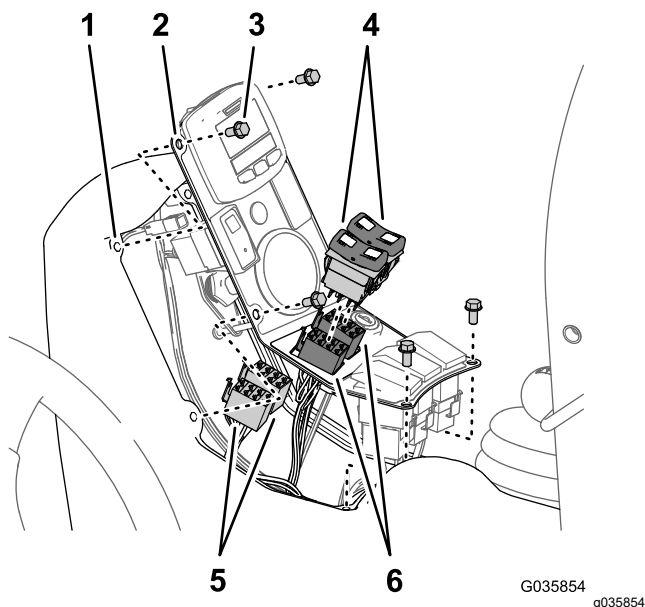
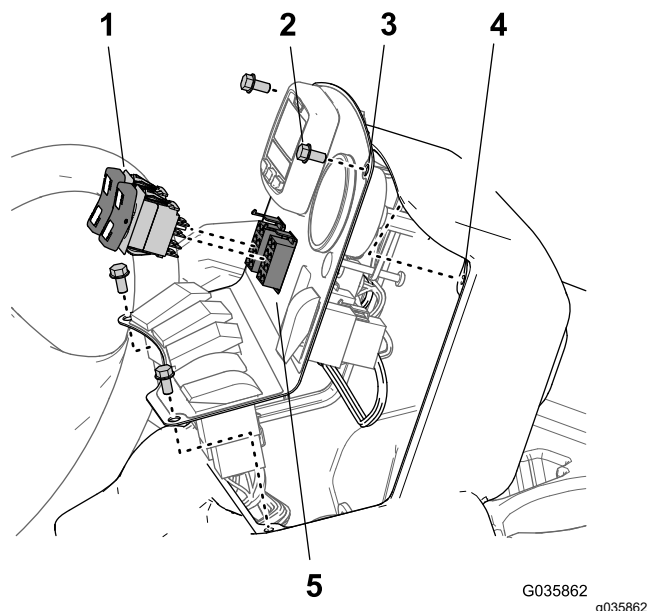

Figura 37
Figura 38
1. Scoatei cele 4 uruburi cu guler ($\frac{1}{4} \times \frac{1}{2}$ ") care fixează panoul de comutatorului la consola centrală și ridicați panoul (Figura 37 sau Figura 28).
2. Deconectai conectorii cu 8 orificii ai cablului mainii de la comutatoarele de ridicare a braului (Figura 37 sau Figura 38).
3. Conectai comutatoarele culbutor la conectorii cu 8 orificii ai cablului pentru setul de finisare a braului ultra sonic (Figura 37 sau Figura 38).
5. Aliniați orificiile din panoul comutatorului cu cadrul consolei (Figura 37 sau Figura 38).
6. Fixați capacul lateral de pe consola centrală cu cele 4 uruburi cu guler ($\frac{1}{4} \times \frac{1}{2}$ ") (Figura 37 sau Figura 38) pe care le-ai îndepărtat la pasul 1.